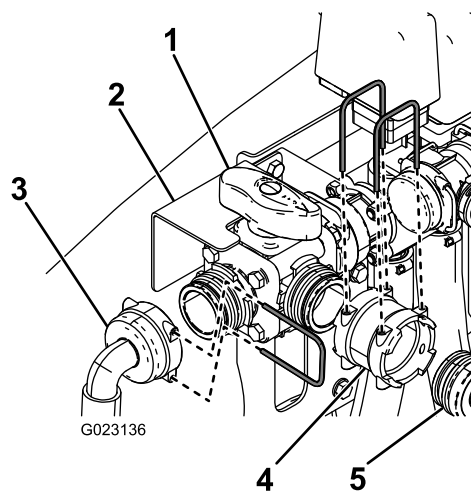

Figure 21
- A l'aide des boulons retirés précédemment, montez le support de vanne au dessus du petit support (Figure 21).
- Fixez la vanne en T sur la vanne d'agitation au moyen de l'étrier de retenue retiré précédemment (Figure 21).